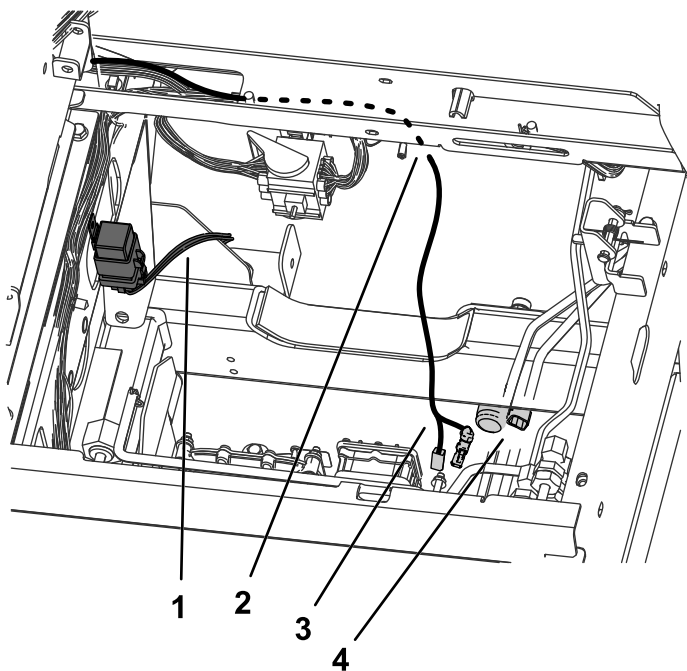
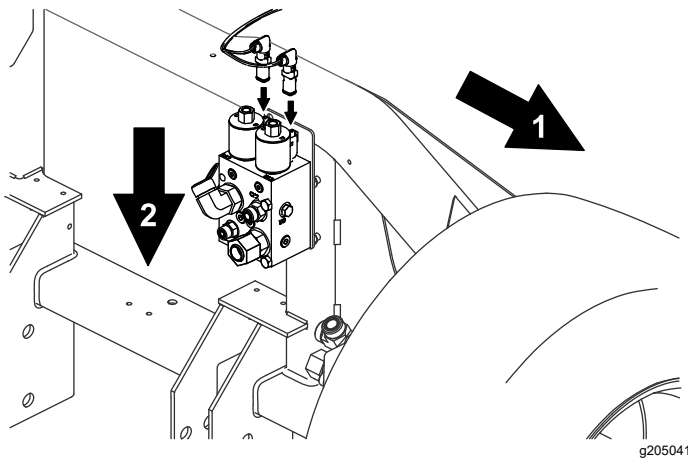

Figura 28
Figura 32
9. Enrute los 2 cables restantes que no están conectados directamente al relé por debajo del bastidor hasta la mitad el arnés de cables existente, hasta que estén justo por encima del distribuidor de 3 vías (Figura 28).
justo por dentro de la rueda delantera derecha (Figura 28 y Figura 32).